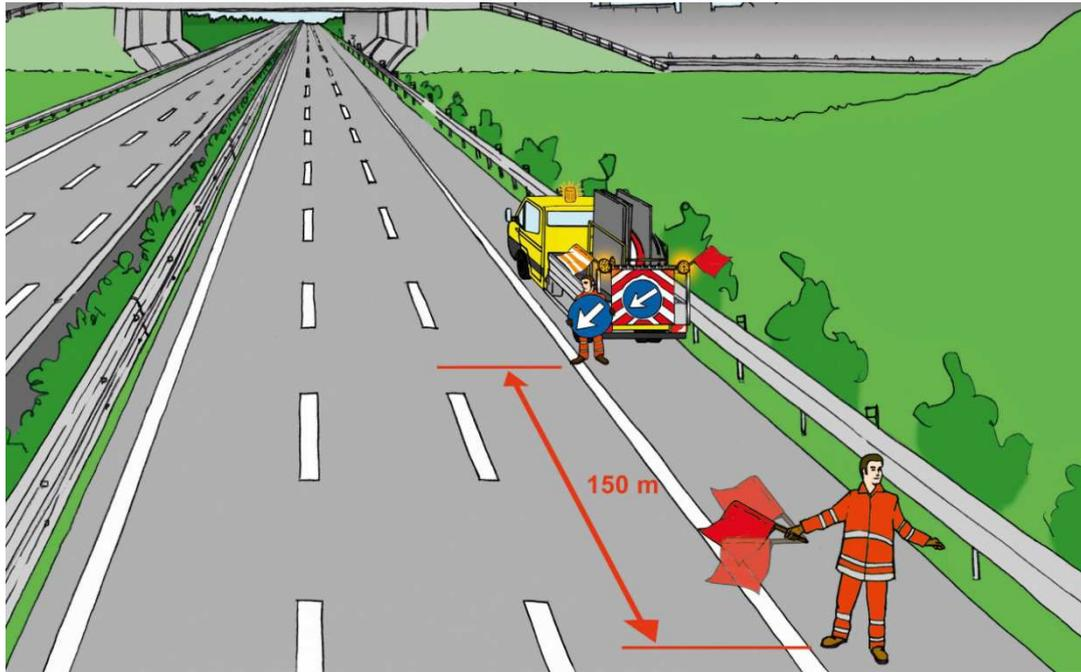

Fig. 4
- *La realizzazione dello sbarramento deve essere effettuato con l'ausilio di un addetto munito di bandierina o dispositivo luminoso che preavvisa a distanza il traffico mentre un addetto provvede alla posa delle frecce. L'addetto con la bandiera si posiziona nella corsia di emergenza o all'interno dello spartitraffico a seconda che si debba chiudere la corsia di marcia o di sorpasso e segue il collega mantenendosi a una distanza **di circa 150 m.** (Vedi fig. 4 e 5)*